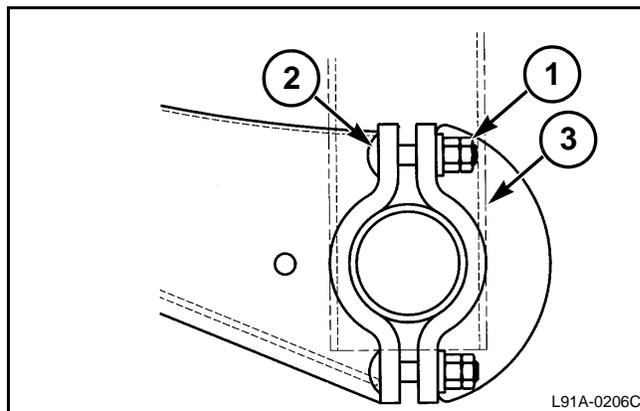

FIG. 67
FIG. 67: Si una aguja toca uno de los caballetes, afloje las contratuercas y las tuercas (1) de los pernos de ajuste (2). Deslice la aguja hacia el lado derecho o hacia el lado izquierdo en el portador de agujas (3) y apriete las contratuercas y las tuercas. Tenga cuidado de no levantar ni bajar la punta de la aguja.